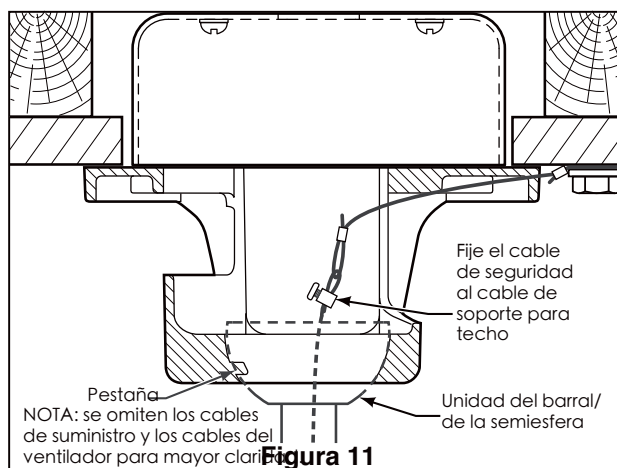

Figura 11
3. Asegúrese de que los cables de suministro eléctrico, incluido el cable de conexión a tierra del soporte de suspensión y el cable de seguridad, hayan atravesado el barral, entre el soporte de suspensión y la caja de conexiones, de modo que más tarde se pueda realizar la instalación eléctrica. (Figura 11)
4. Levante cuidadosamente el ventilador y coloque el ensamble de la bola para colgar/varilla en la abrazadera para colgar que acaba de fijar a la caja de salida. Asegúrese de que la ranura de la bola esté alineada con la lengüeta de la abrazadera para colgar. (Figura. 11)
5. Fije el cable de seguridad al cable de soporte para techo. Deslice la abrazadera de cables por el cable de seguridad (del ventilador). Pase el extremo del cable a través del aro que forma el cable de soporte para techo. Tire lo más posible del cable a través del aro. Inserte el extremo del cable en el orificio de la abrazadera y ajuste firmemente el tornillo (Figura 11).